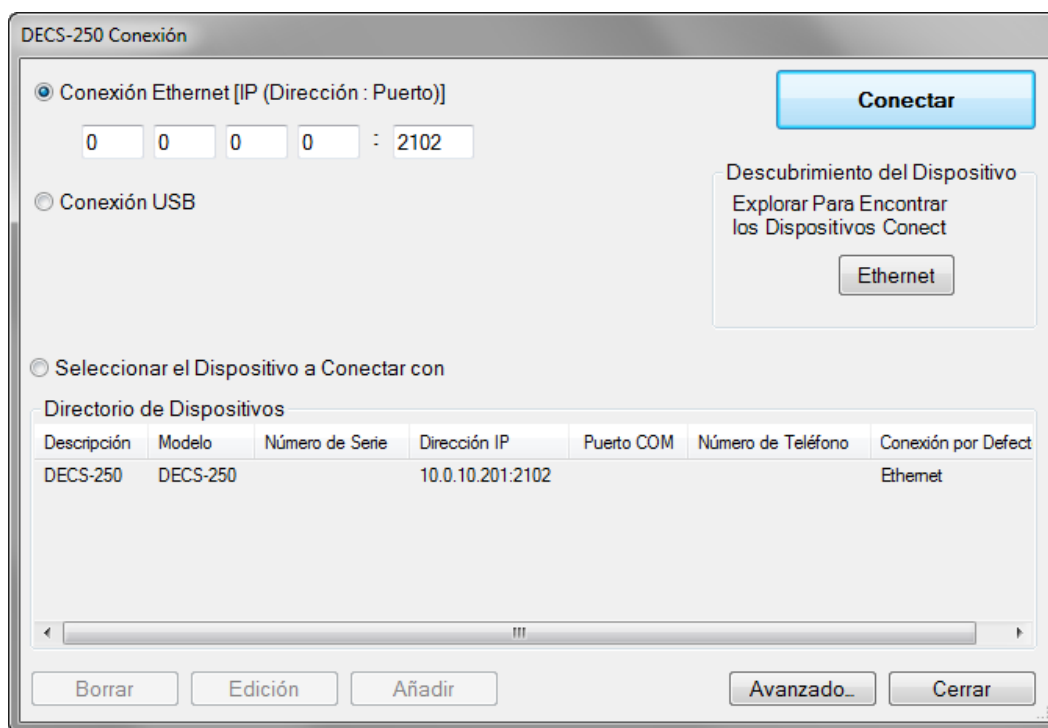

Figura 125. Ventana de conexión del DECS 250E
2. En BESTCOMSPlus®, haga clic sobre *Comunicación, Nueva Conexión, DECS-250E*, o haga clic sobre el botón de *Conexión* en la barra de menú inferior. Aparecerá la ventana de Conexión del DECS-250E. (Figura 125)